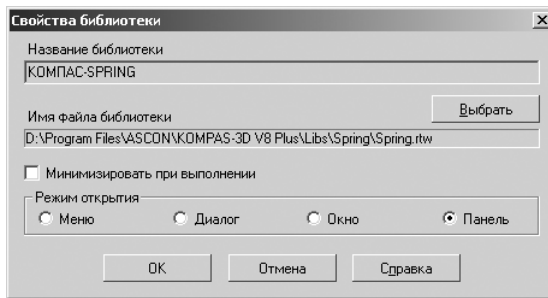

Рис. 4.4. Диалоговое окно **Свойства библиотеки** с вызванной системой КОМПАС-SPRING
- щелкните в раскрывшейся папке **Spring** по системе **Spring.rtw**. Появится диалоговое окно **Свойства библиотеки** с вызванной системой КОМПАС-SPRING, см. рис. 4.4;